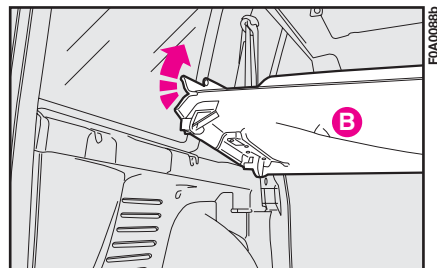

fig. 126
4) Sollevare la parte **B**-fig. 126 facendo scorrere il ripiano lungo lo spazio disponibile dietro il sedile in modo che resti agganciato al supporto cappelliera, nella parte superiore e al sedile, nella parte inferiore centrale.